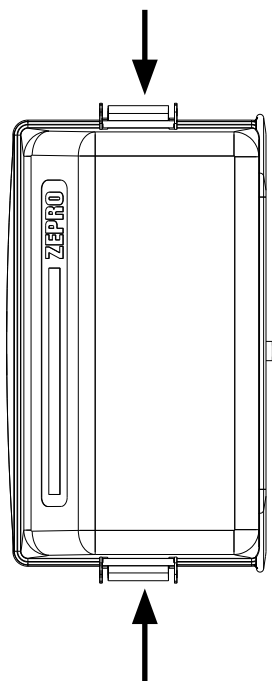

Bild 9. Hydraulaggregatets kåpa
1. Demontera hydraulaggregatets kåpa monterad med två snabbblås, se Bild 9.